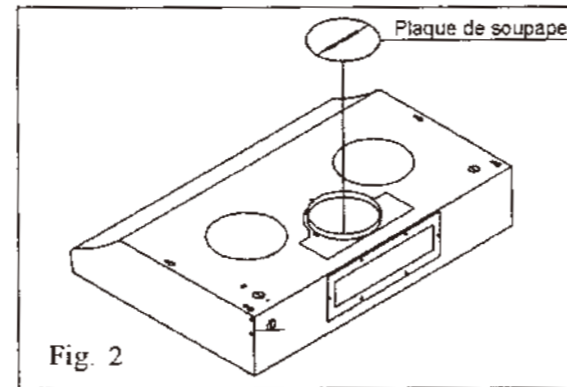

Fig. 2
- Pour un aspirail arrondi (type standard) veuillez connecter le conduit d'aspiration de dimensions 6'' à l'aspirail de la machine. (Fig.2)